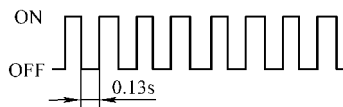

图 5-86 指示灯快速闪烁
- 2) 将点火开关置于 ON 的位置，此时“Check”发动机故障指示灯将快速闪烁，如图 5-86 所示，亮、熄时间间隔约为 0.13s。